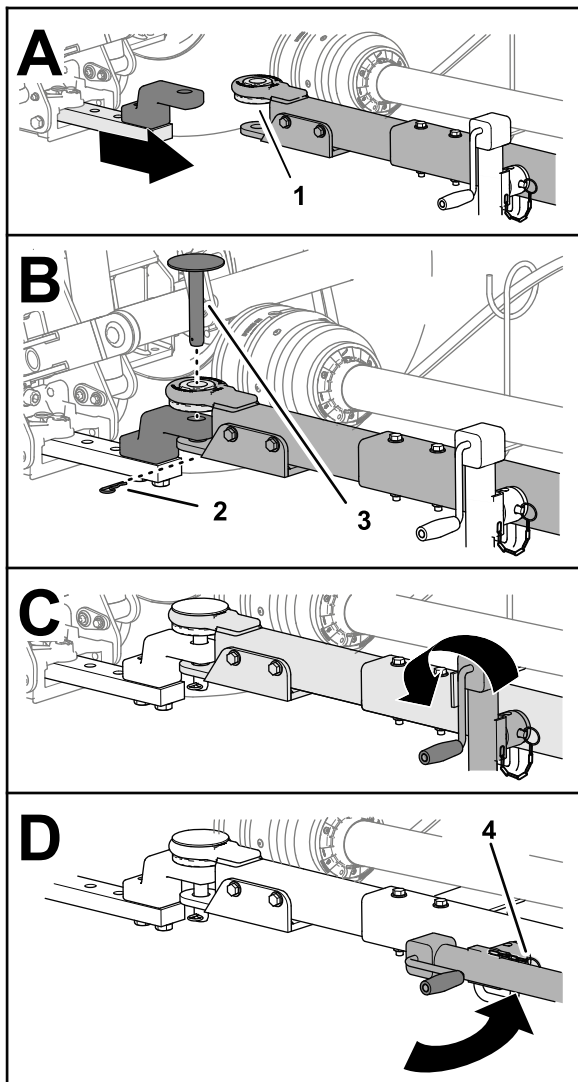

Figura 29
- Se o cortador tiver uma barra de reboque de pino, insira o pino do engate nos orifícios na barra de reboque e na lança de tração e fixe o pino com o perno de gancho (Figura 29).
6. Levante totalmente o macaco (Figura 29).
7. Retire o pino que prende o macaco à barra de reboque, rode o macaco na horizontal e prenda o macaco à barra com o pino (Figura 29).